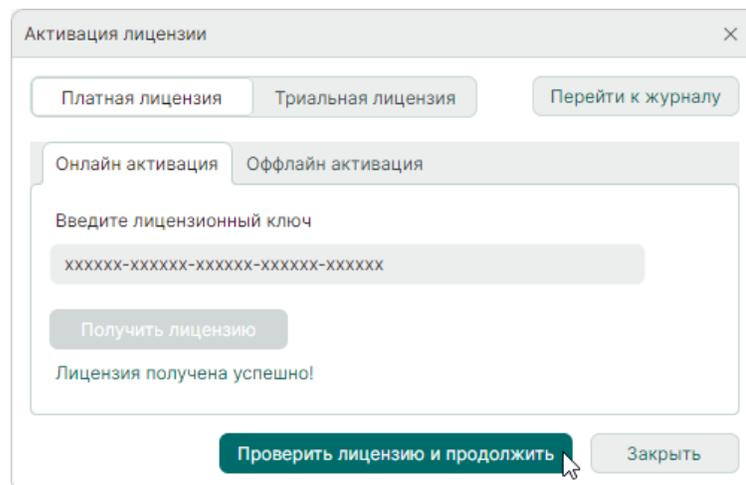

Рис. 16 Проверить лицензию и продолжить
3. Нажмите «Проверить лицензию и продолжить», см. Рис. 16.